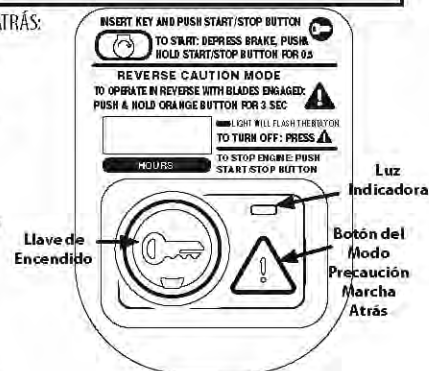

Figura 29
2. Mantenga presionado el botón MODO PRECAUCIÓN MARCHA ATRÁS durante 3 segundos. La luz indicadora parpadeará durante 3 segundos y permanecerá encendida cuando se active el MODO PRECAUCIÓN MARCHA ATRÁS. Consulte la Figura 29.
3. La luz indicadora ubicada encima del MODO PRECAUCIÓN MARCHA ATRÁS estará ENCENDIDA mientras este modo esté activado. Consulte la Figura 29.
4. Una vez activado (luz indicadora ENCENDIDA), se puede operar el tractor en marcha atrás con la PTO (enganche de cuchillas) en la posición acoplada (ON).